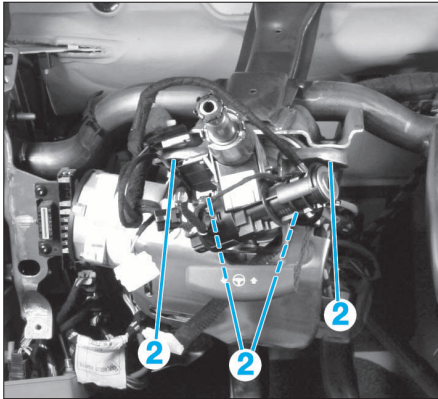

FIG. 9
- Déposer les 4 fixations de colonne de direction (2), de la traverse de planche de bord (Fig.9).